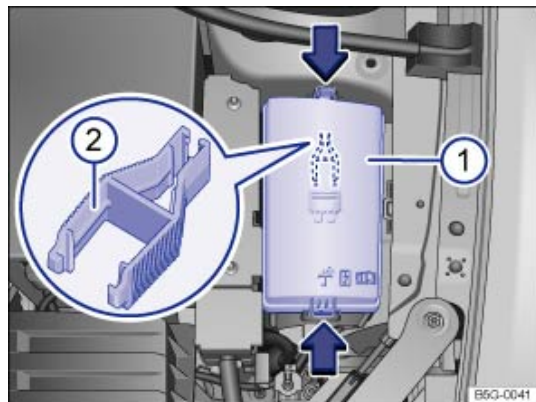

Fig. 239 Dans le compartiment-moteur : cache ① de la boîte à fusibles avec pince en plastique ②.
- Poussez les touches de verrouillage dans le sens des flèches pour déverrouiller le cache du boîtier de fusibles → Fig. 239 ① .
Une pince en plastique → Fig. 239 ② prévue pour retirer les fusibles peut se trouver sur la face intérieure du cache de la boîte à fusibles dans le compartiment-moteur.